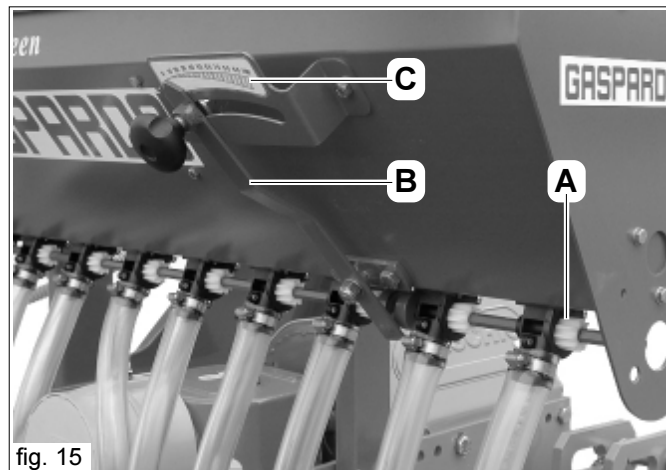

fig. 15
Les rouleaux distributeurs (A Fig. 15) se déplacent longitudinalement, à l'intérieur de la volute ; le levier (B) permet de varier le volume de remplissage de chaque rouleau.
- position du levier d'ouverture des rouleaux distributeurs (0-100) sur l'échelle graduée (C Fig. 15).
Danger de dommages aux rouleaux distributeurs: changer la position du levier (B Fig. 15) seulement lorsque les rouleaux distributeurs sont en phase de rotation ou lorsque la trémie est vide.